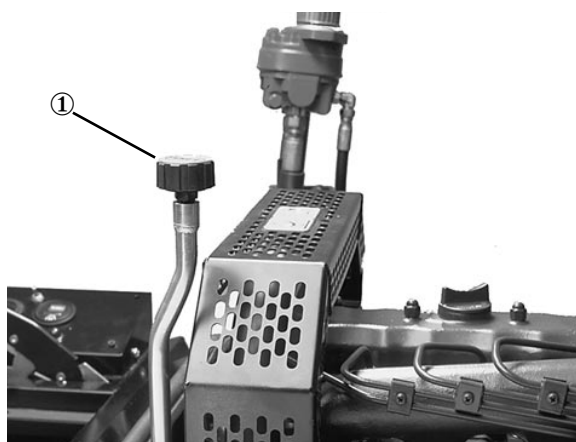

Fig. 36
SOSTITUZIONE DELLO SFIATATOIO IDRAULICO (Fig. 36)
1. Misurare la distanza da centro a centro (all'altezza del ponte) davanti e dietro le ruote di sterzo (Fig. 36). La misura anteriore deve essere inferiore di 3 mm rispetto alla misura posteriore.